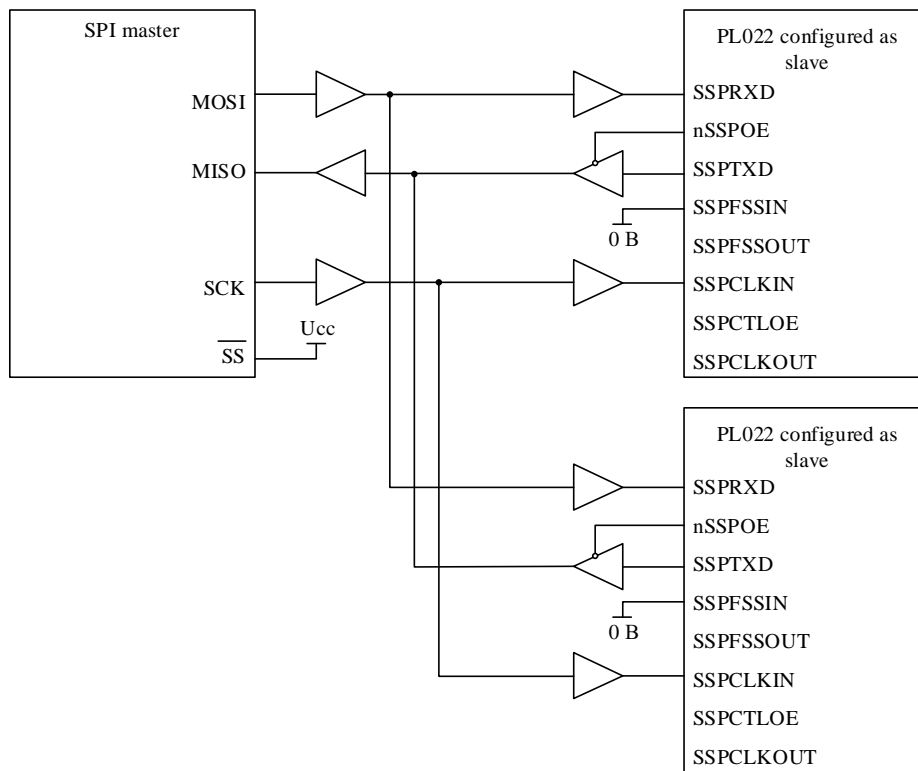

Рисунок 107 – Ведущее устройство, протокол SPI, подключено к двум ведомым модулям SSP
Рисунок 107 показывает ведущее устройство, поддерживающее протокол SPI фирмы Motorola, соединенное с двумя модулями SSP, сконфигурированными для работы в ведомом режиме. Линия Slave Select (SS) ведущего устройства в этом случае установлена в высокий логический уровень. Ведущее устройство осуществляет передачу данных по линии MOSI циркулярно в адрес двух ведомых модулей.